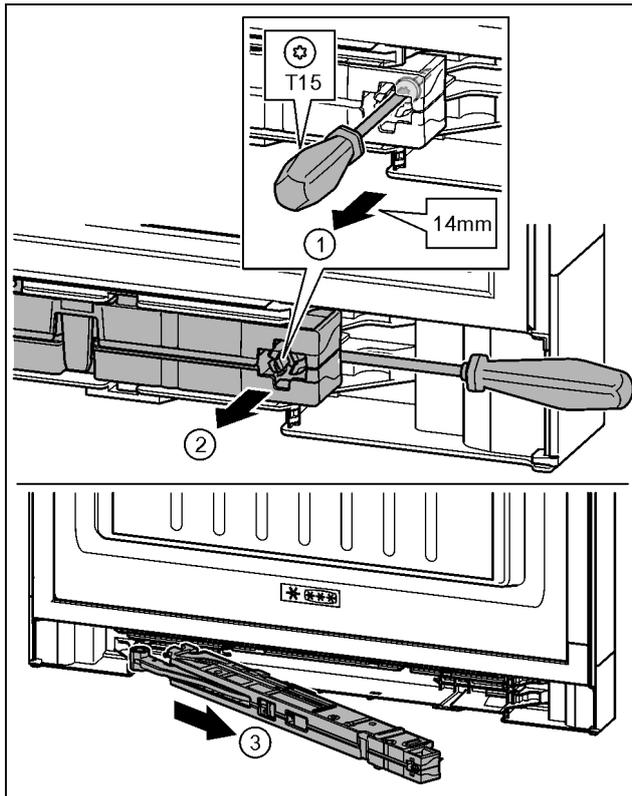

Fig. 17
- ▶ Schraube an Schließdämpfereinheit mit Schraubendreher T15 ca. 14 mm lösen. *Fig. 17 (1)*
- ▶ Mit Schraubendreher griffseitig hinter Schließdämpfereinheit fahren. Einheit nach vorn drehen. *Fig. 17 (2)*
- ▶ Einheit herausziehen. *Fig. 17 (3)*